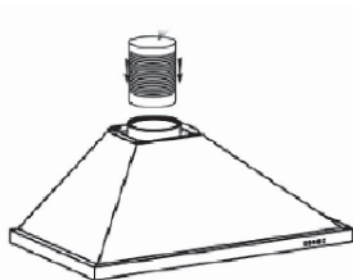

рис. 3
- Прикрутите сменный отводной чехол (не поставляется в комплекте) на выходное отверстие двигателя, не нарушая движение антивозвратного клапана (рис. 3).